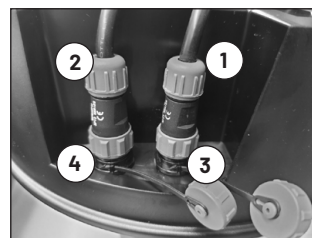

Abb. 1
1. Verbinden Sie den Erdungsanschluss (13) mithilfe des mitgelieferten Erdanschlusskabels mit einem Erdungspfahl. Für die richtige Erdung beachten Sie die Tipps in Abschnitt 7.3.
2. Stecken Sie das Netzadapter-Anschlusskabel (1) und/oder das Akku-Anschlusskabel (2) in den Anschluss am Gerät und schrauben Sie den Stecker fest (Abb. 1).